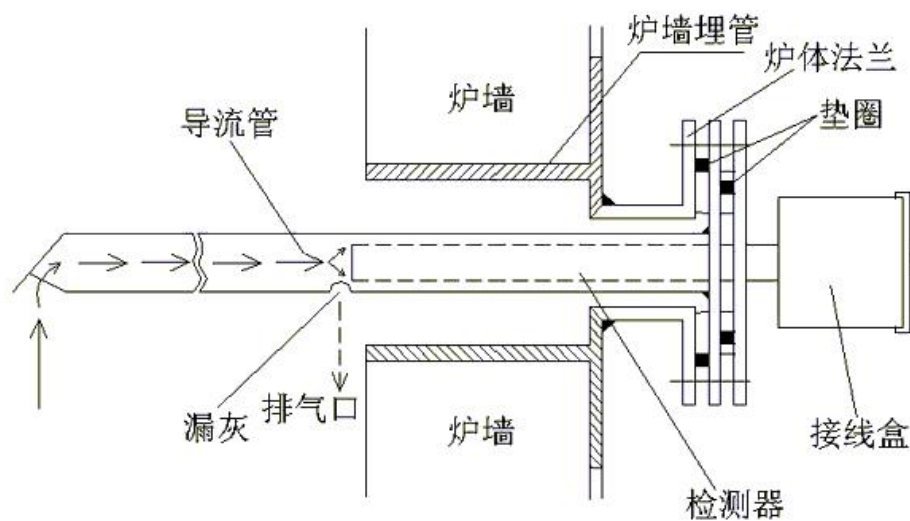

图 11 导流式安装图
- 导流式：检测器标准长度为 180mm、400mm、600mm、800mm、1000mm、1200mm。因炉壁厚，检测器长度不够，需延长采样距离，配导流管安装方式见图 11。